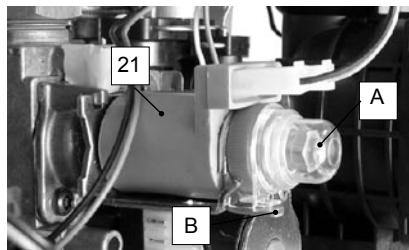

Fig. 7.3
- Rimuovere il cappuccio di protezione “A” dell’operatore modulante 21 in Fig. 7.3 ruotandolo in senso orario per liberlo dal fermo “B” e facendo leva con un cacciavite piatto nella scanalatura.
- Rimontare il cappuccio di protezione "A" Fig. 7.3
- Chiudere la presa di pressione 20 in fig. 7.3